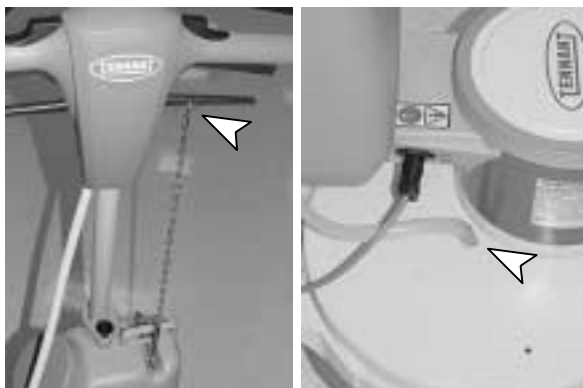

ABB. 4
3. Verbinden Sie die Kette mit dem Frischwasser-Steuerhebel. Schließen Sie den Frischwasserschlauch an den Frischwasseranschluss am unteren Teil der Maschine an (Abbildung 4).